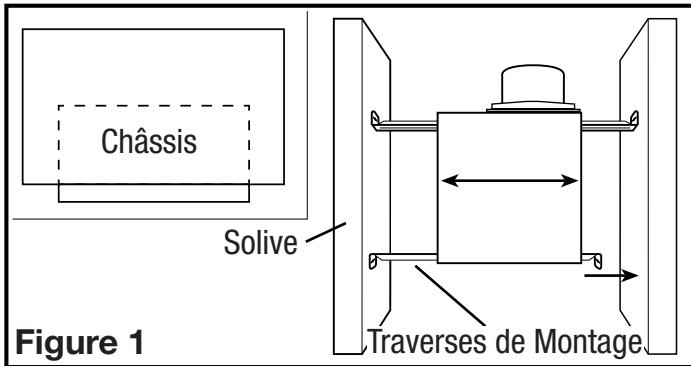
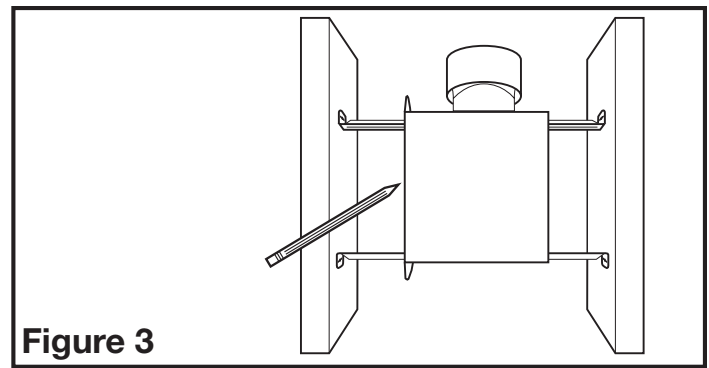

Figure 1
Figure 3
- Installation des Traverses de Montage:** installer les traverses sur le châssis et positionner le châssis près de la solive. En utilisant le guide sur le châssis du ventilateur, aligner le châssis pour qu'il soit à effleurement avec le plafond fini. Fixer les extrémités des traverses avec des clous ou des vis (non-comprises) aux solives et glisser le châssis à sa position finale (Figure 1).
- Installation des Traverses de Montage:** placer le châssis en position entre les solives et tracer un contour sur le matériau du plafond (Figure 3). Mettre le châssis de côté et découper l'ouverture, en prenant soin de ne pas couper ou endommager des câbles électriques dissimulés ou autres utilités. Installer les traverses sur le châssis et positionner le châssis dans le trou percé précédemment afin qu'il soit à effleurement avec le plafond fini. Fixer les extrémités de la traverses à la solive avec des clous ou des vis (non-comprises)(Figure 1).